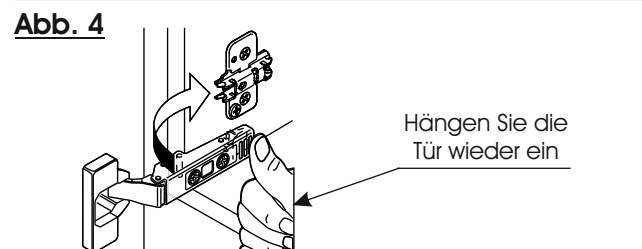

Abb. 4
5. Hängen Sie die Front wieder ein. Bei einem Anschlagwechsel ist zu beachten, dass die Tür um 180° gedreht werden muss. (Abb. 4)